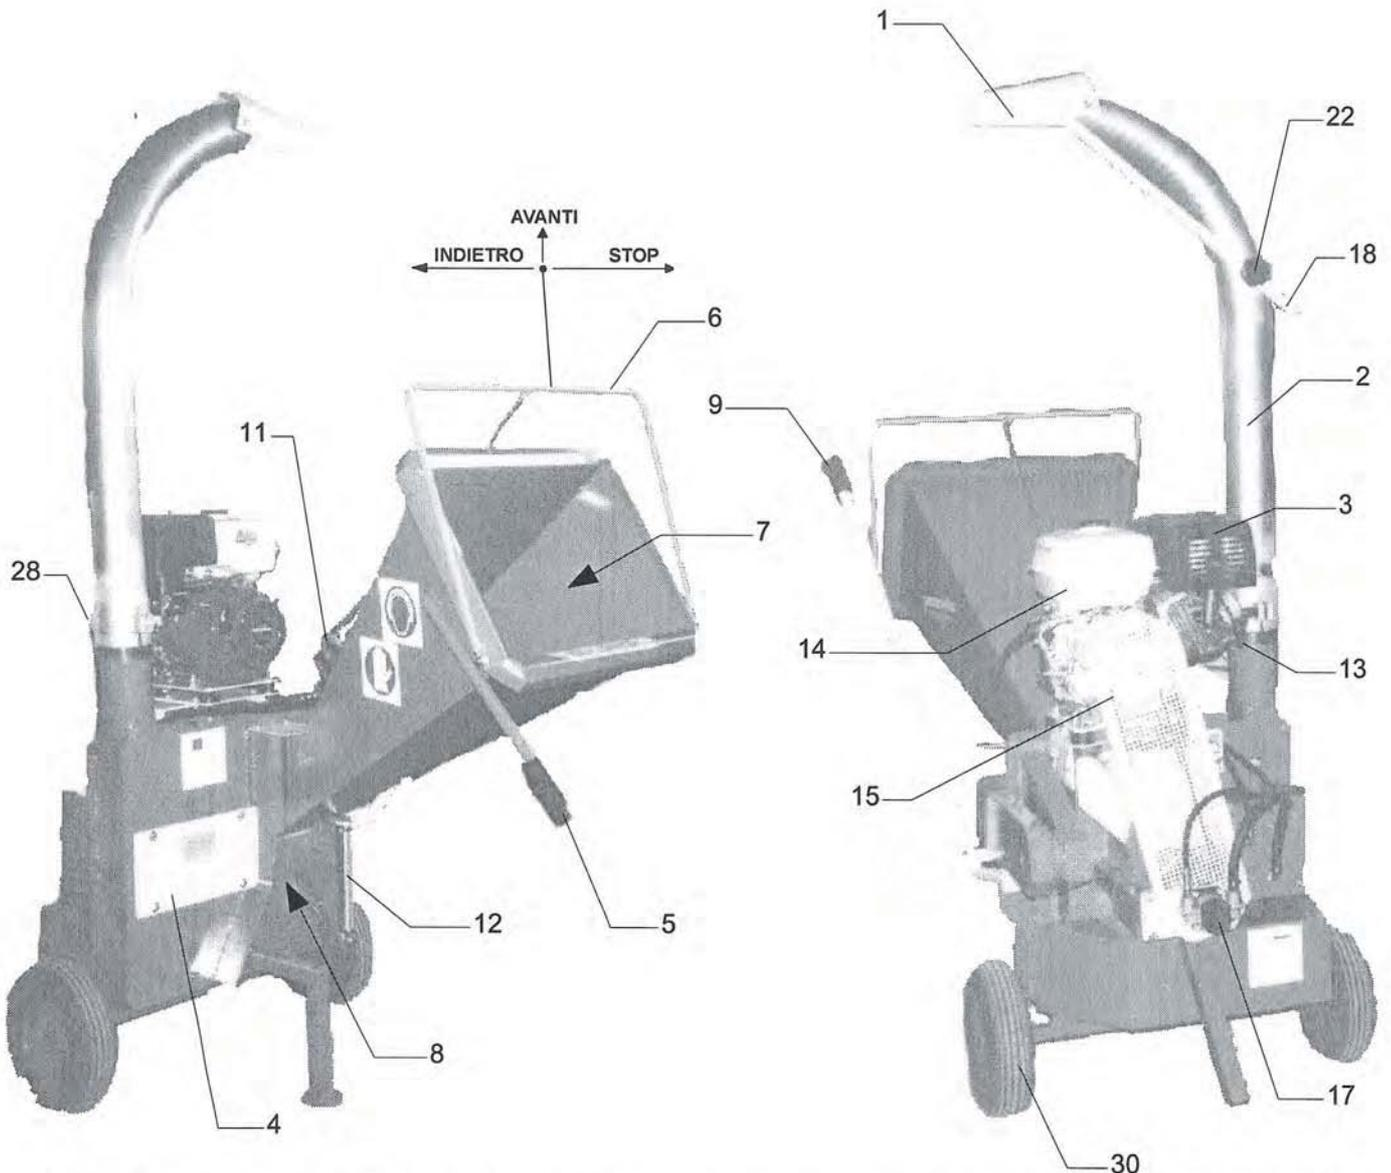

Fig.1- Cippatrice **PZ 100** mm MI - Allestimento con motore Honda e ruotine per spostamento manuale
- Mettere in posizione il tubo di lancio orientandolo con la maniglia (part. 28, fig. 1,2) verso la direzione desiderata. Bloccare il tubo di lancio con la manopola (part. 13, fig. 1). Inclinare convenientemente il deflettore (part. 1 fig. 1) sbloccando la manopola (part.22,fig.1) e agire sulla leva (part.18,fig.1). Bloccare il deflettore con la manopola (part.22,fig.1).
- Porre la leva (part. 6, fig. 1,2) di comando del distributore in posizione centrale "**AVANTI**".
6. **Usare tutte le necessarie precauzioni per evitare agganci con il materiale trascinato all' interno della macchina. Nelle versioni con alimentazione idraulica all' occorrenza invertire il senso di rotazione del rullo spingendo avanti la leva di comando del distributore (part. 6, fig. 1,2) in posizione " INDIETRO "**
- Rimuovere il carter di accesso ai coltelli (part.4,fig.1).
- Rimuovere il carter di protezione (part. 15,fig.1,2,3).
- Rimontare il carter di protezione (part. 15,fig.1,2,3).